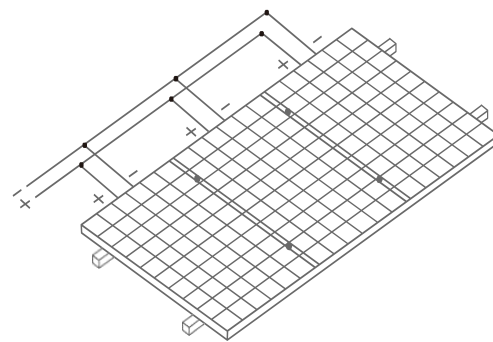

図 21：並列接続
- 並列接続の時は、モジュール・ストリング全体の出力電流は、各ブランチ・モジュールまたはモジュール・ストリングの電流の合計に等しい（並列接続モードは図 21 に示す）。各モジュール・ストリングにはヒューズを備え付けるものとする。並列接続における最大モジュール数のための参照式：最大保護電流 ÷ (1.25 × 短絡電流)。詳細は国、地域または地方の仕様を参照のこと。